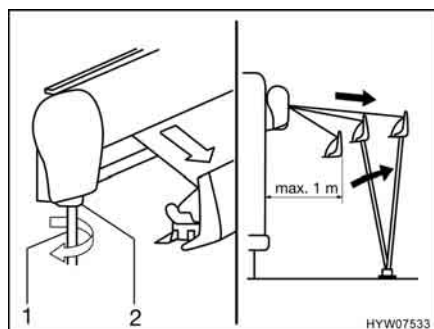

Fig. 25 Estrazione della tenda
- Inserire la manovella (Fig. 25,1) nel supporto a baionetta (Fig. 25,2) della tenda e girarla in senso antiorario. La tenda si apre dopo un paio di rotazioni.